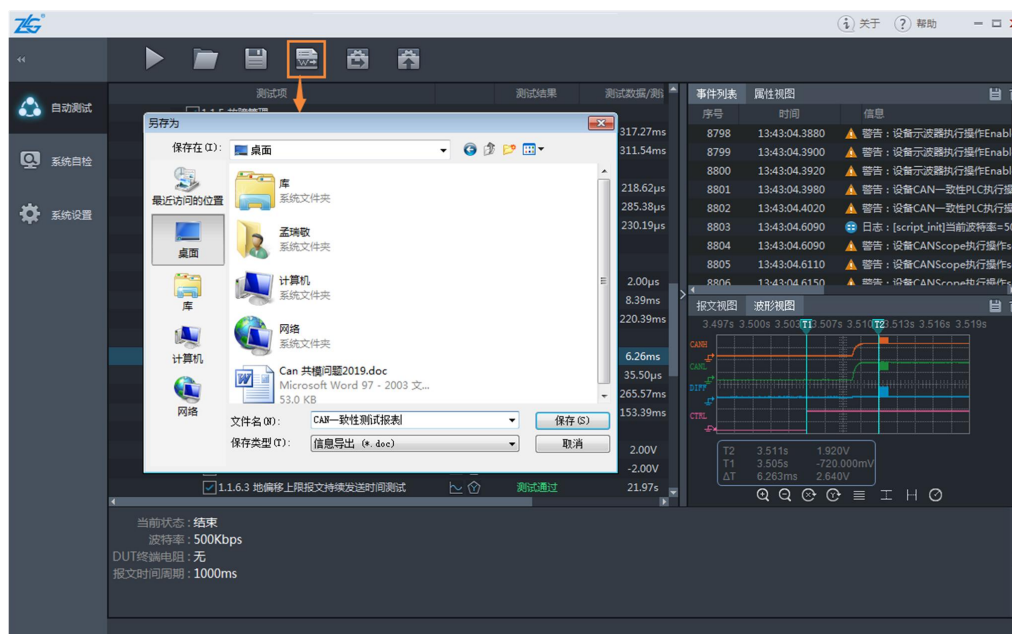

图 4.13 报表导出
如图 4.13 所示，报表导出流程为：①点击“导出报表”图标，弹出“另存为”对话框；②设置好保存路径、文件名等设置后保存即可；③在指定路径查看报表，报表是一份 doc 格式的 word 文档。